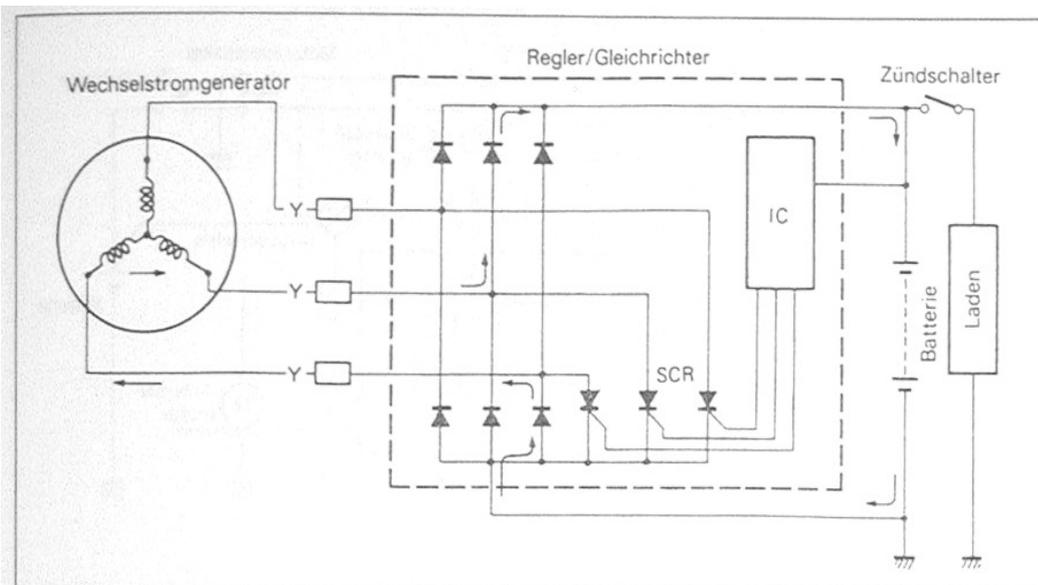

Bild 81
- Vor **Prüfung des Ladesystems** (Bild 81) müssen Stecker auf Wackelkontakte oder korrodierte Kontaktstifte untersucht werden.